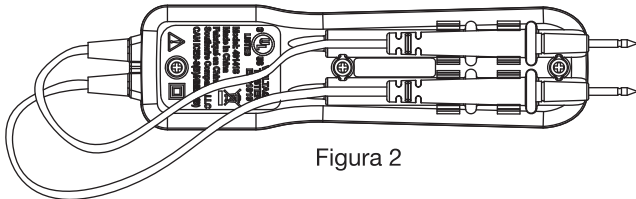

Figura 2
3. Para probar las tomas de corriente, coloque las puntas de prueba en el soporte en la parte posterior de los probadores (Figura 2). Esto permite hacer la operación con una mano al insertar las sondas en el tomacorriente.